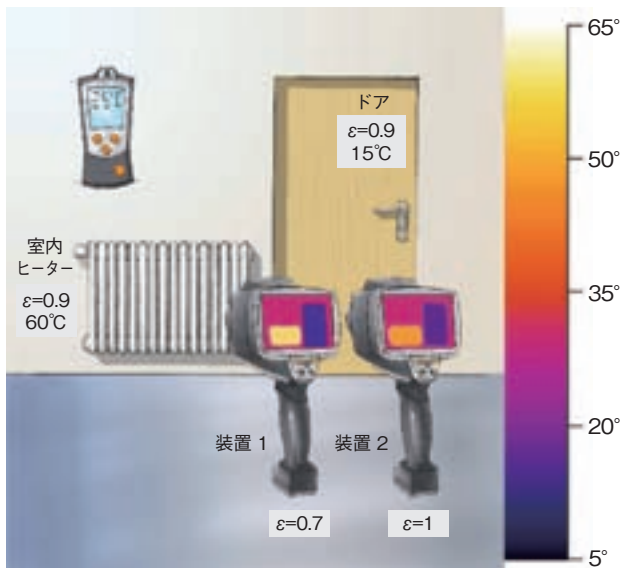

図 1.2：不正確な放射率設定による温度測定への影響
1. 測定対象物の温度が周辺温度よりも高い場合(P.11 の図 1.2 の室内ヒーター)：
2. 測定対象物の温度が周辺温度よりも低い場合(P.11 の図 1.2 のドア)：
測定対象物の温度と周辺温度の差が大きい場合は、放射率を正しい値に設定することが特に重要です（P.11 の図 1.2）。